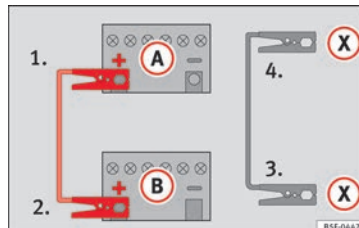

Fig. 77 Tilslutningsdiagram for biler med start-stop-system
– I biler med start-stop-system: Tilslut den ene ende af det sorte startkabel (X) til et egnet stelpunkt, til en massiv metaldele, som er monteret på motorblokken, eller på selve motorblokken » » » Fig. 77.
5. I bilen med det afladede batteri skal du tilslutte den anden ende af det sorte startkabel (X) til en massiv metaldele, som er monteret på motorblokken, eller på selve motorblokken, men det skal være et sted, som er langt væk fra batteriet (A).